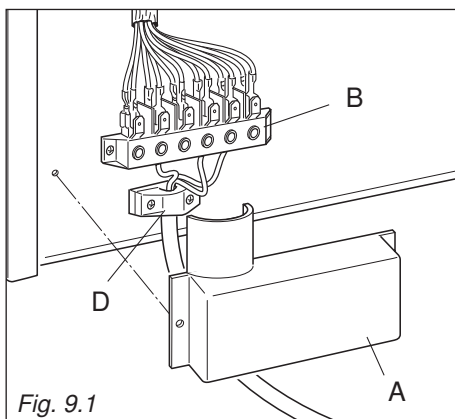

Fig. 9.1
- Dévissez les vis de fixation de la protection "A" située derrière la cuisinière (fig. 9.1).
- Placez le câble d'alimentation à travers du collier de serrage "D" (fig. 9.1).
- Placer les cavaliers U sur la borne "B" (fig. 9.1) suivant les schémas de les figures 9.2, 9.3.